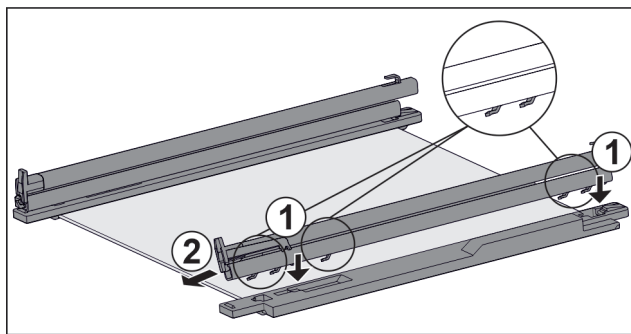

Fig. 53 Sklenená doska s koľajničkami a prídržnými dielmi
- ▶ Nasadíte háky koľajničky na otvory **ľavého** prídržného dielu. Fig. 53 (1)
- ▶ Potiahnite koľajničku dopredu. Fig. 53 (2)
- ▶ Nasadíte háky koľajničky na otvory **pravého** prídržného dielu. Fig. 53 (1)